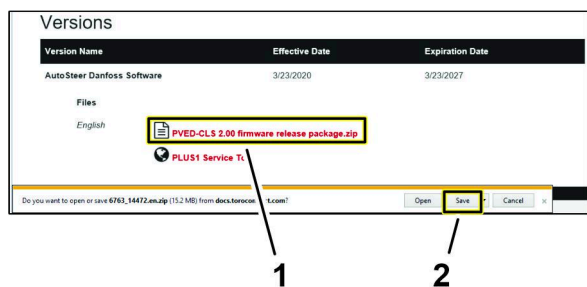

図 17
- ドキュメント情報ページで、PVED-CLS 2.00 ファームウェアリリースpackage.zipハイパーリンク (図 17) をクリックする。
- [保存]ボタンをクリックする(図 17)。